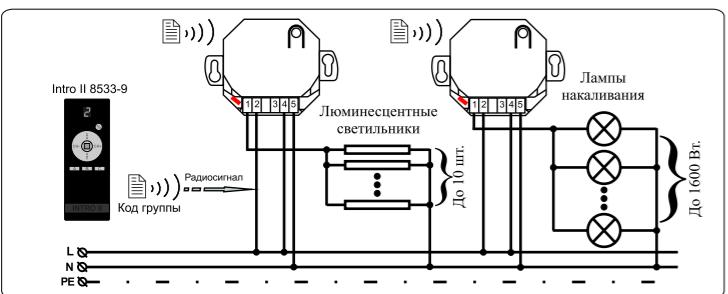

Рисунок 2 Управление группами светильников с помощью Intro II 8522 UPM
- а) управление группами светильников (см. рисунок 2);